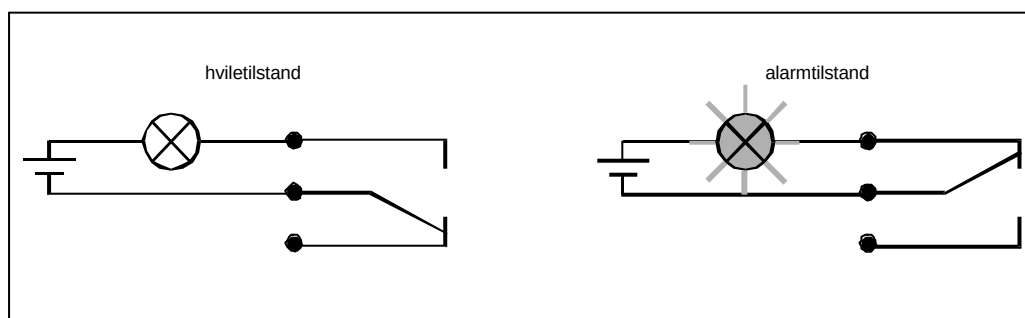

Fig. 5.3 Anbefalet fail-safe kreds for en alarm kontakt
- ALARM (F)se kap. Fig. 5.3, p. 24
- CHECK (P)se kap. 5.4.2, p. 31
- RELÆER (R)se kap. 5.5, p. 33
- SERVICE (S)se kap. 5.6, p. 45
- E+H-Service (E)se kap. 5.7, p. 46
- INTERFACE (I)se kap. 5.8, p. 47